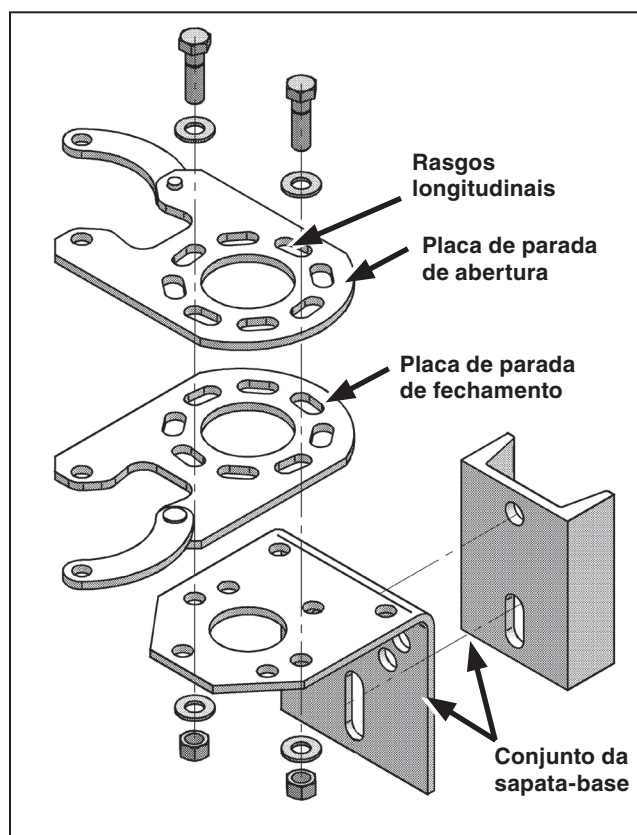

Figura 29. Placas de parada e conjunto da sapata-base—vista explodida.
**PASSO 26.** Os furos das placas de parada possuem rasgos para possibilitar ajustes. Afrouxe os parafusos que prendem as placas de parada ajustáveis ao conjunto da sapata-base em duas peças. Ver Figura 29. Coloque a chave na posição **Aberta** plena e ajuste a placa de parada da posição aberta de forma que a alavanca, quando abaixada, encaixa no rasgo da posição aberta. Faça uma marcação no conjunto de suporte identificando a posição na placa de parada relativa à posição aberta. Ver Figura 31 (esquerda) na página 24.
- Afrouxe as ferragens que prendem a placa de parada de fechamento. Ver Figura 29 na página 23.